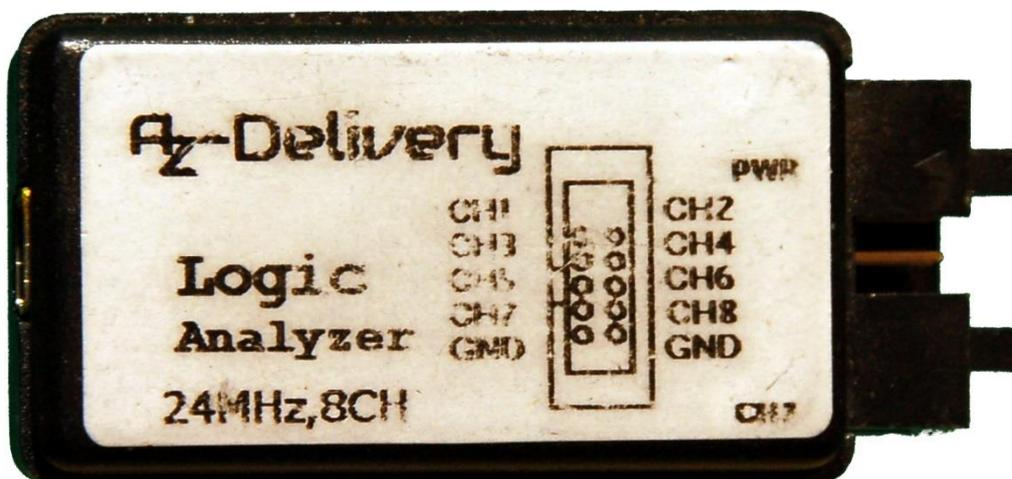

Abbildung 3: Logic Analyzer
Immer wenn es Probleme bei der Datenübertragung gibt, setze ich gerne das DSO (Digitales Speicher Oszilloskop) ein, oder ein um Welten billigeres, kleines Tool, einen Logic-Analyzer (LA) mit 8 Kanälen. Das Ding wird an den USB-Bus angeschlossen und zeigt mittels einer kostenlosen Software, was auf den Busleitungen los ist. Dort, wo es nicht auf die Form von Impulsen ankommt, sondern lediglich auf deren zeitliche Abfolge ist ein LA Gold wert. Und, während das DSO nur Momentaufnahmen des Kurvenverlaufs liefert, kann man mit dem LA über längere Zeit abtasten und sich dann in die interessanten Stellen hineinzoomen. Eine Beschreibung zu dem Gerät finden Sie übrigens in dem Blogpost "Logic Analyzer - Teil 1: I2C-Signale sichtbar machen" von Bernd Albrecht. Dort ist auch beschrieben, wie man den I2C-Bus abtastet. Am abgegriffenen Label des Tools in Abbildung 3 können Sie sehen, dass der Logic Analyzer häufig in Benutzung ist.